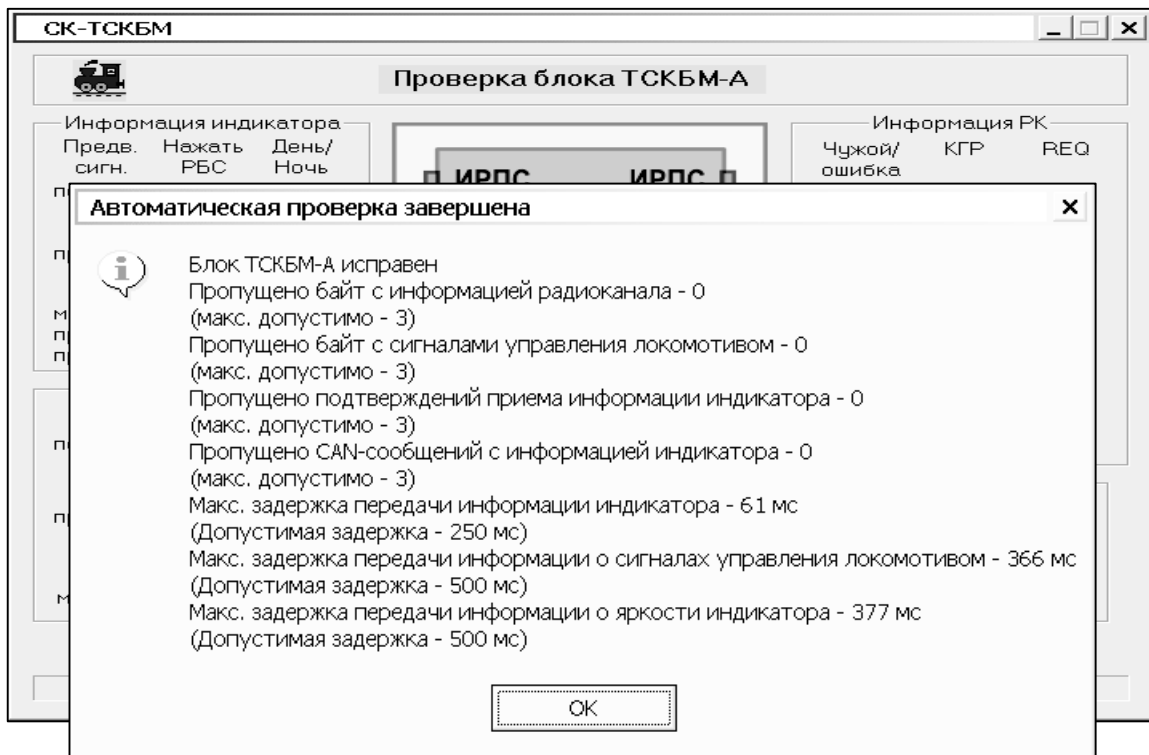

Рисунок 2.62 - Панель проверки блока ТСКБМ-А НКРМ.468363.010-01 (маневровое исполнение) с применения ТСКБМ-П, сообщение об окончании проверки
- 3) Программа автоматической проверки блока ТСКБМ-А должна закончиться сообщением «**Блок ТСКБМ-А исправен**» и перечнем контролируемых параметров – рисунок 2.62. Проверка контролируемых параметров с допустимыми значениями обязательна.
- 4) Критерием исправного состояния блока ТСКБМ-А является сообщение программы «Блок ТСКБМ-А исправен», см. рисунок 2.62. В случае неисправного блока ТСКБМ-А появится сообщение о неисправности и в контролируемых параметрах на панели (рисунок 2.62) и в протоколе по п.2.4.7.3(3) будет указана информация о выходе параметра за допустимые пределы.